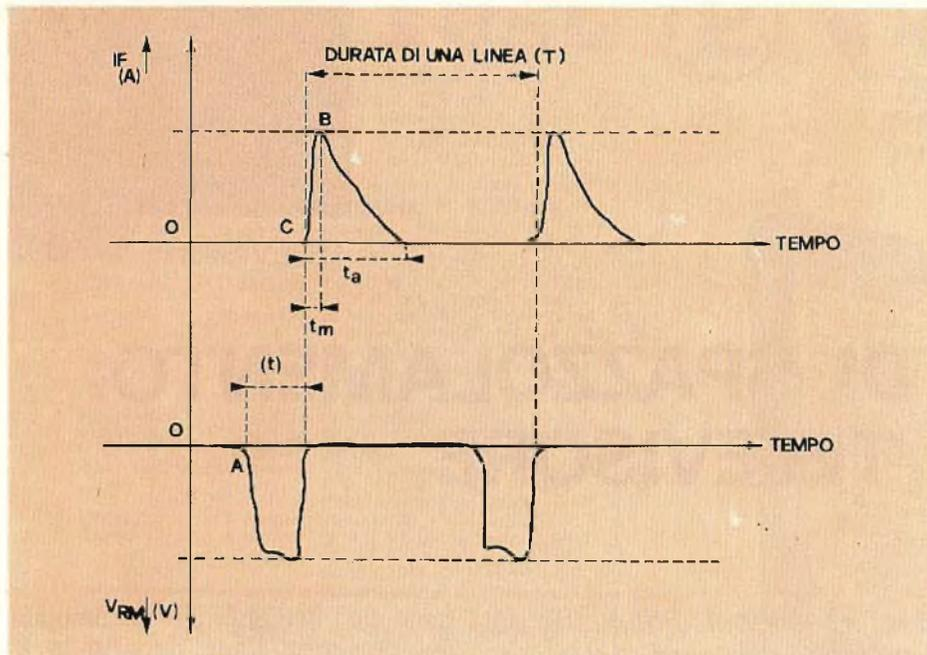

Fig. 2 - Corrente e tensione di un diodo di recupero di corrente dello spazzolamento linee.
fra (C) e (B) uguale a  $(t_m)$  allungando dunque il tempo di ritorno dello spazzolamento di linea (vedi fig. 2).